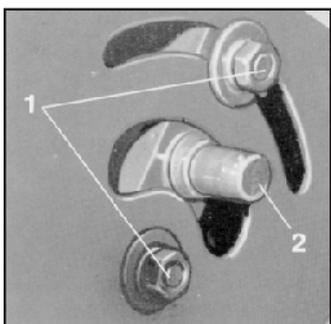

Рис. 7.1
**4. Втулочно-роликовые цепи:** Приводные цепи необходимо постоянно подтягивать. Первый раз подтяните цепи после 20 часов эксплуатации, затем каждые 200 часов эксплуатации. Для этого, открутите шестигранные гайки (рис. 7.1/1) и вдавите назад вал цепной звездочки (рис. 7.1/2). Для ухода за втулочно-роликовыми цепями рекомендуется при длительном эксплуатационном перерыве цепи снять, промыть в керосине, а затем опустить в подогретую консистентную смазку или масло.